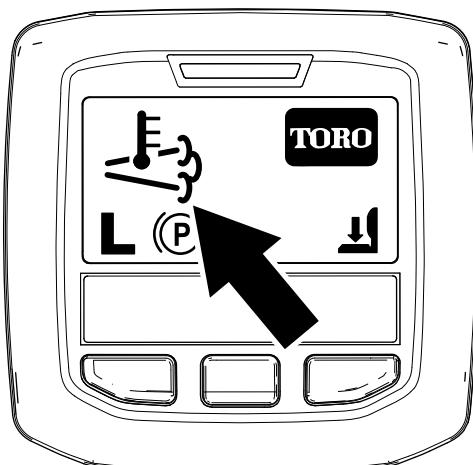

Figura 45
- El ícono de alta temperatura del escape aparece en el InfoCenter (Figura 45).